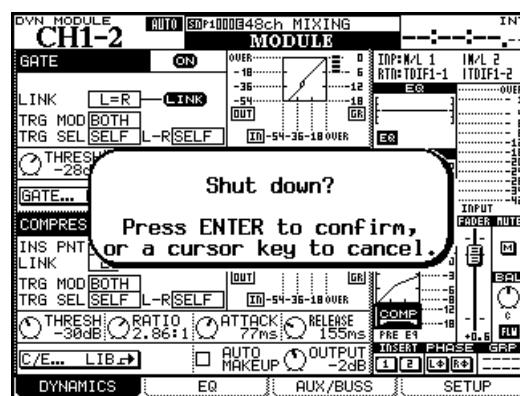

Figure 2.19: Extinction de la DM-3200
- 3 **Un message (Figure 2.19, Extinction de la DM-3200) apparaît. Pressez ENTER pour continuer la procédure d'extinction ou n'importe quelle touche curseur pour l'annuler.**